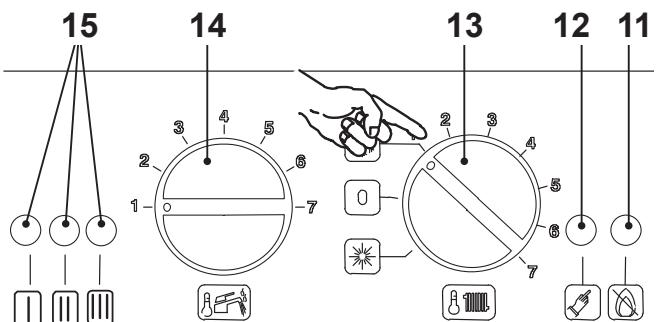

Рисунок 5.32
- Держите в нажатом положении кнопку сброса 12 (Рисунок 5.32) в течение 10 секунд, лампочка блокировки 11 (Рисунок 5.32) начнёт мигать.
- Для настройки режима насоса сигнальные лампочки 15 (Рисунок 5.32) должны иметь вид, как показано на Рисунке 5.33 (условные обозначения лампочек, Рисунок 5.34).
- Если данная последовательность не будет показана, нажмите на кнопку сброса 12 (Рисунок 5.32) до тех пор, пока не будет выполнен показ (3 раза).
Для показа заданной настройки держите в нажатом положении кнопку сброса 12 (Рисунок 5.32), примерно, 5 секунд. Сигнальные лампочки 15 (Рисунок 5.32) будут мигать столько раз, сколько было установлено (Рисунок 5.35).
- Для изменения настройки поверните ручку регулировки температуры санитарного оборудования 8 (Рисунок 5.32) и поставьте её на выбранный способ (Рисунок 5.35) (на рисунке примера ручка была настроена на режим терmostата среды), сигнальная лампочка блокировки 11 (Рисунок 5.32) начнёт быстро мигать.
- Для внесения в память настройки держите в нажатом состоянии кнопку сброса 12 (Рисунок 5.32), примерно, 5 секунд, все сигнальные лампочки 15 (Рисунок 5.32) начнут одновременно мигать, как показано на Рисунке 5.36 (условные обозначения лампочек, Рисунок 5.34).
- Для настройки времени постциркуляции насоса сигнальные лампочки 15 (Рисунок 5.32) должны иметь вид, как показано на Рисунке 5.38 (условные обозначения лампочек, Рисунок 5.34).
- Если данная последовательность не будет показана, нажмите на кнопку сброса 12 (Рисунок 5.32) до тех пор, пока не будет выполнен показ (1 раз).
Для изменения настройки поверните ручку регулировки температуры санитарного оборудования 14 (Рисунок 5.32) и поставьте её на выбранное время (Рисунок 5.39) (на рисунке примера ручка была настроена на постциркуляцию в 1 минуту), сигнальная лампочка блокировки 11 (Рисунок 5.32) начнёт быстро мигать.